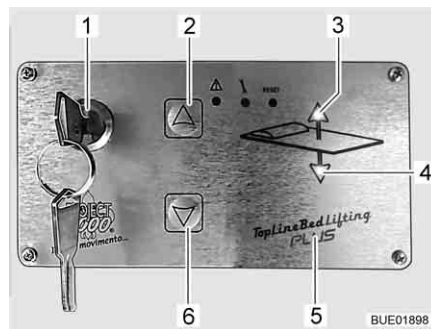

Bild 105 Kontrollenhet
Med knapparna (Bild 105,2 och 6) på kontrollenheten (Bild 105,5) sänks och lyfts den höjbara sängen. Med nyckelbrytaren (Bild 105,1) säkras kontrollenheten mot obehörig användning.
- Vrid nyckeln i nyckelbrytaren (Bild 105,1) 90° medurs. Kontrollenheten (Bild 105,5) är aktiverad. Båda kontrolllamporna (Bild 105,3 och 4) tänds gröna.
- Tryck pilknapp (Bild 105,6) och håll den tryckt tills sängen når det näst understa läget. Under sängens rörelse lyser den gröna kontrollampen (Bild 105,4).
- Vid behov tryck pilknappen (Bild 105,6) på nytt för att nå nästa läge.
- ▷ För att förhindra oavsiktlig felmanövrering, kan nyckel i nyckelbrytaren (Bild 105,1) tas bort. För detta vrid tillbaka nyckeln moturs.
- Vrid nyckeln i nyckelbrytaren (Bild 105,1) 90° medurs. Kontrollenheten (Bild 105,5) är aktiverad. Båda kontrollamporna (Bild 105,3 och 4) tänds gröna.
- Tryck pilknapp (Bild 105,2) och håll tryckt tills sängen når den näst översta programmerade läget. Under sängens rörelse lyser den gröna kontrollampen (Bild 105,3).
- Vid behov tryck pilknapp (Bild 105,2) på nytt för att nå nästa läge.